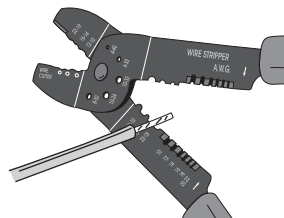

figure 7
1. Strip wires over 1 cm (1/2 inch) **(figure 7)**.
Dénuder les fils sur une longueur de 1 cm (1/2") **(figure 7)**.